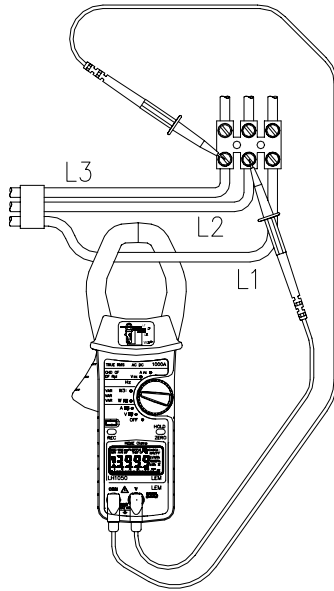

Fig. 5
- Premere la leva di disimpegno per aprire le ganasce e serrarle sul conduttore della corrente di fase L1, come mostrato nella fig. 5.